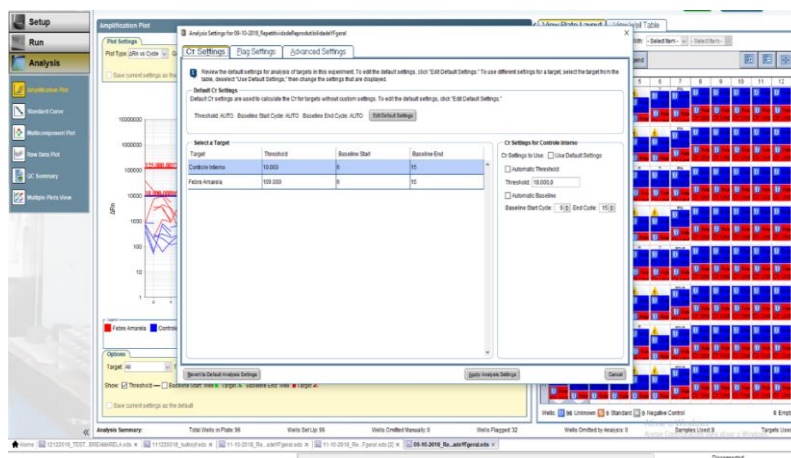

Figura 08: Seção *Analysis* para configuração dos parâmetros de análise.
- Uma janela de configurações de análise abrirá, conforme Figura 08. Nessa janela, na aba *Ct settings*, desafixar os itens *Use Default Settings*, *Automatic Threshold* e *Automatic Baseline* para cada alvo e inserir os valores representados na Tabela 04;